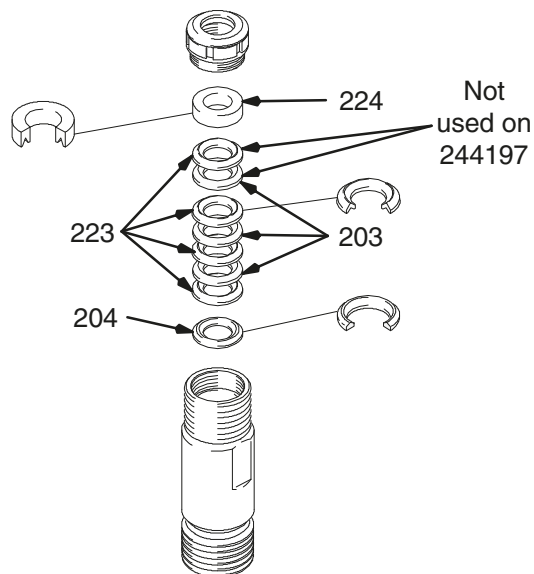

Fig. 12
Fig. 12. Dränk in alla lädertätningar i SAE 30W-olja under minst 1 timme före montering. Placera hanförskrivningen (204) i cylindern. Placera omväxlande UHMWPE- (203) och läder- (223) tätningar (notera inriktningen). Placera hanförskrivningen (224) längst upp i cylindern. Tryck till tätningarna.